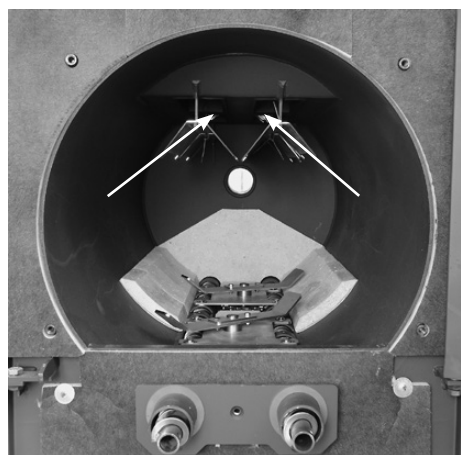

Fig. 18
9. Retirer les cendres de la chambre de combustion et au niveau des tôles de guidage; le mieux est d'utiliser un aspirateur. En particulier l'entrée des gaz de combustion dans les tirages verticaux (flèches - Fig. 18) doit être nettoyée avec soin.